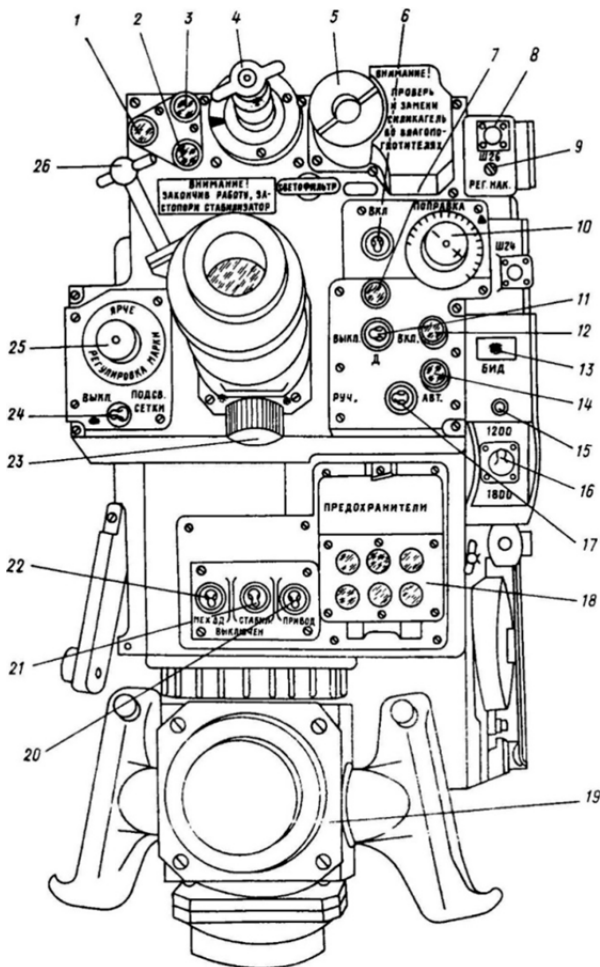

Рис. 2.11. Прицел-дальномер. Вид на панель управления:
- отрегулировать освещенность дальномерной марки рукояткой 25 (рис. 2.11);
Налобник на прицел-дальномер установить так, чтобы при надетом шлемофоне зрачки глаз наводчика совпадали с выходными зрачками окуляров. Для этого, отпустив зажимной винт 26 (см. рис. 2.11), передвинуть налобник вдоль оси окуляров в положение, удобное для совмещения глаз с выходными зрачками окуляров, и зафиксировать его положение зажимным винтом.
Диоптрийная установка окуляра необходима для получения резкого изображения местных предметов, сетки с прицельными марками и светящейся дальномерной марки в поле зрения прицела-дальномера. Для регулировки необходимо вращать маховичок 23 (см. рис. 2.11).
Включение обогрева необходимо для предотвращения запотевания окуляра прицела-дальномера при работе в диапазоне низких температур. Его работоспособность контролируется сигнальной лампой. В процессе эксплуатации необходимо следить, чтобы выключатель обогрева окуляра 6 (см. рис. 2.11) включался только по мере необходимости.